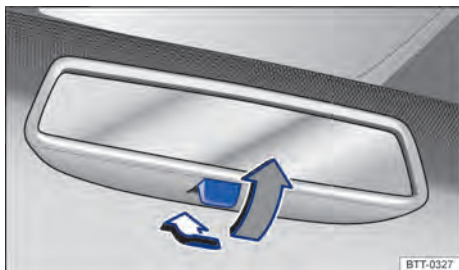

Fig. 79 Espelho retrovisor interno com antiofuscante manual.
- Para evitar o ofuscamento, puxar a alavanca para trás \Rightarrow Fig. 79.